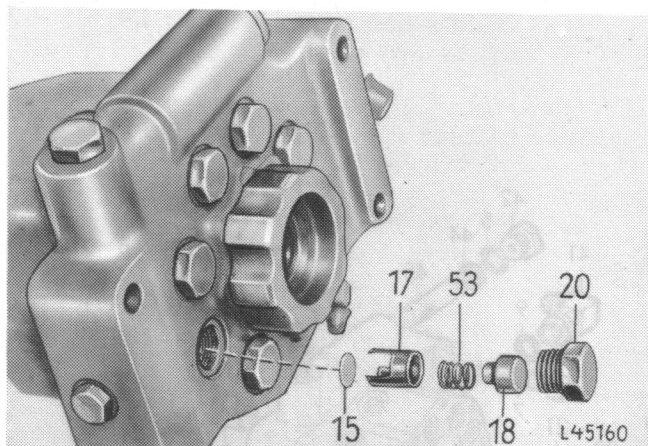

Fig. 3 — Dépose de la soupape de refoulement
5. Retourner le corps de pompe (voir fig. 3). Dévisser les bouchons 20 des soupapes de refoulement et retirer les corps de soupape 18, les guides de soupape 17, les ressorts 53 et les pastilles 15.